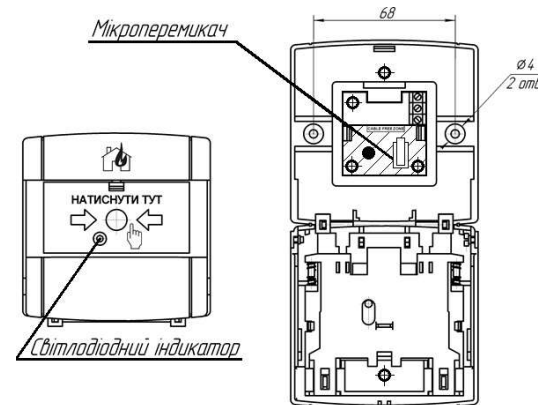

Рисунок 1 - Зовнішній вигляд (а) та внутрішня компоновка (б) пристроїв
3.1 Для монтажу необхідно відкрити пристрій натисканням ключа на заціпку у верхній частині його корпусу, протягнути проводи всередину і закріпити пристрій на стіні приміщення за допомогою дюбелів та гвинтів (див. рисунок 1). Пристрій підключають згідно схеми, наведеної на рисунку 2. Рекомендований переріз дротів від 0,28 до 1,0 мм2.